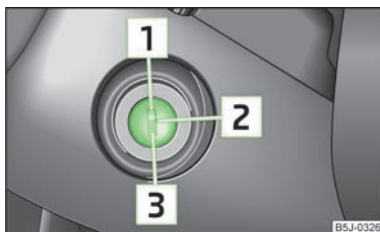

Fig. 79
- Appuyez à fond sur la pédale d'embrayage, mettez le contact 2 » fig. 79 et démarrez 3 - n'appuyez pas sur la pédale d'accélérateur. Maintenez la pédale d'embrayage enfoncée jusqu'à ce que le moteur démarre.
Coupez le moteur en faisant passer la clé de contact en position 1 » fig. 79.